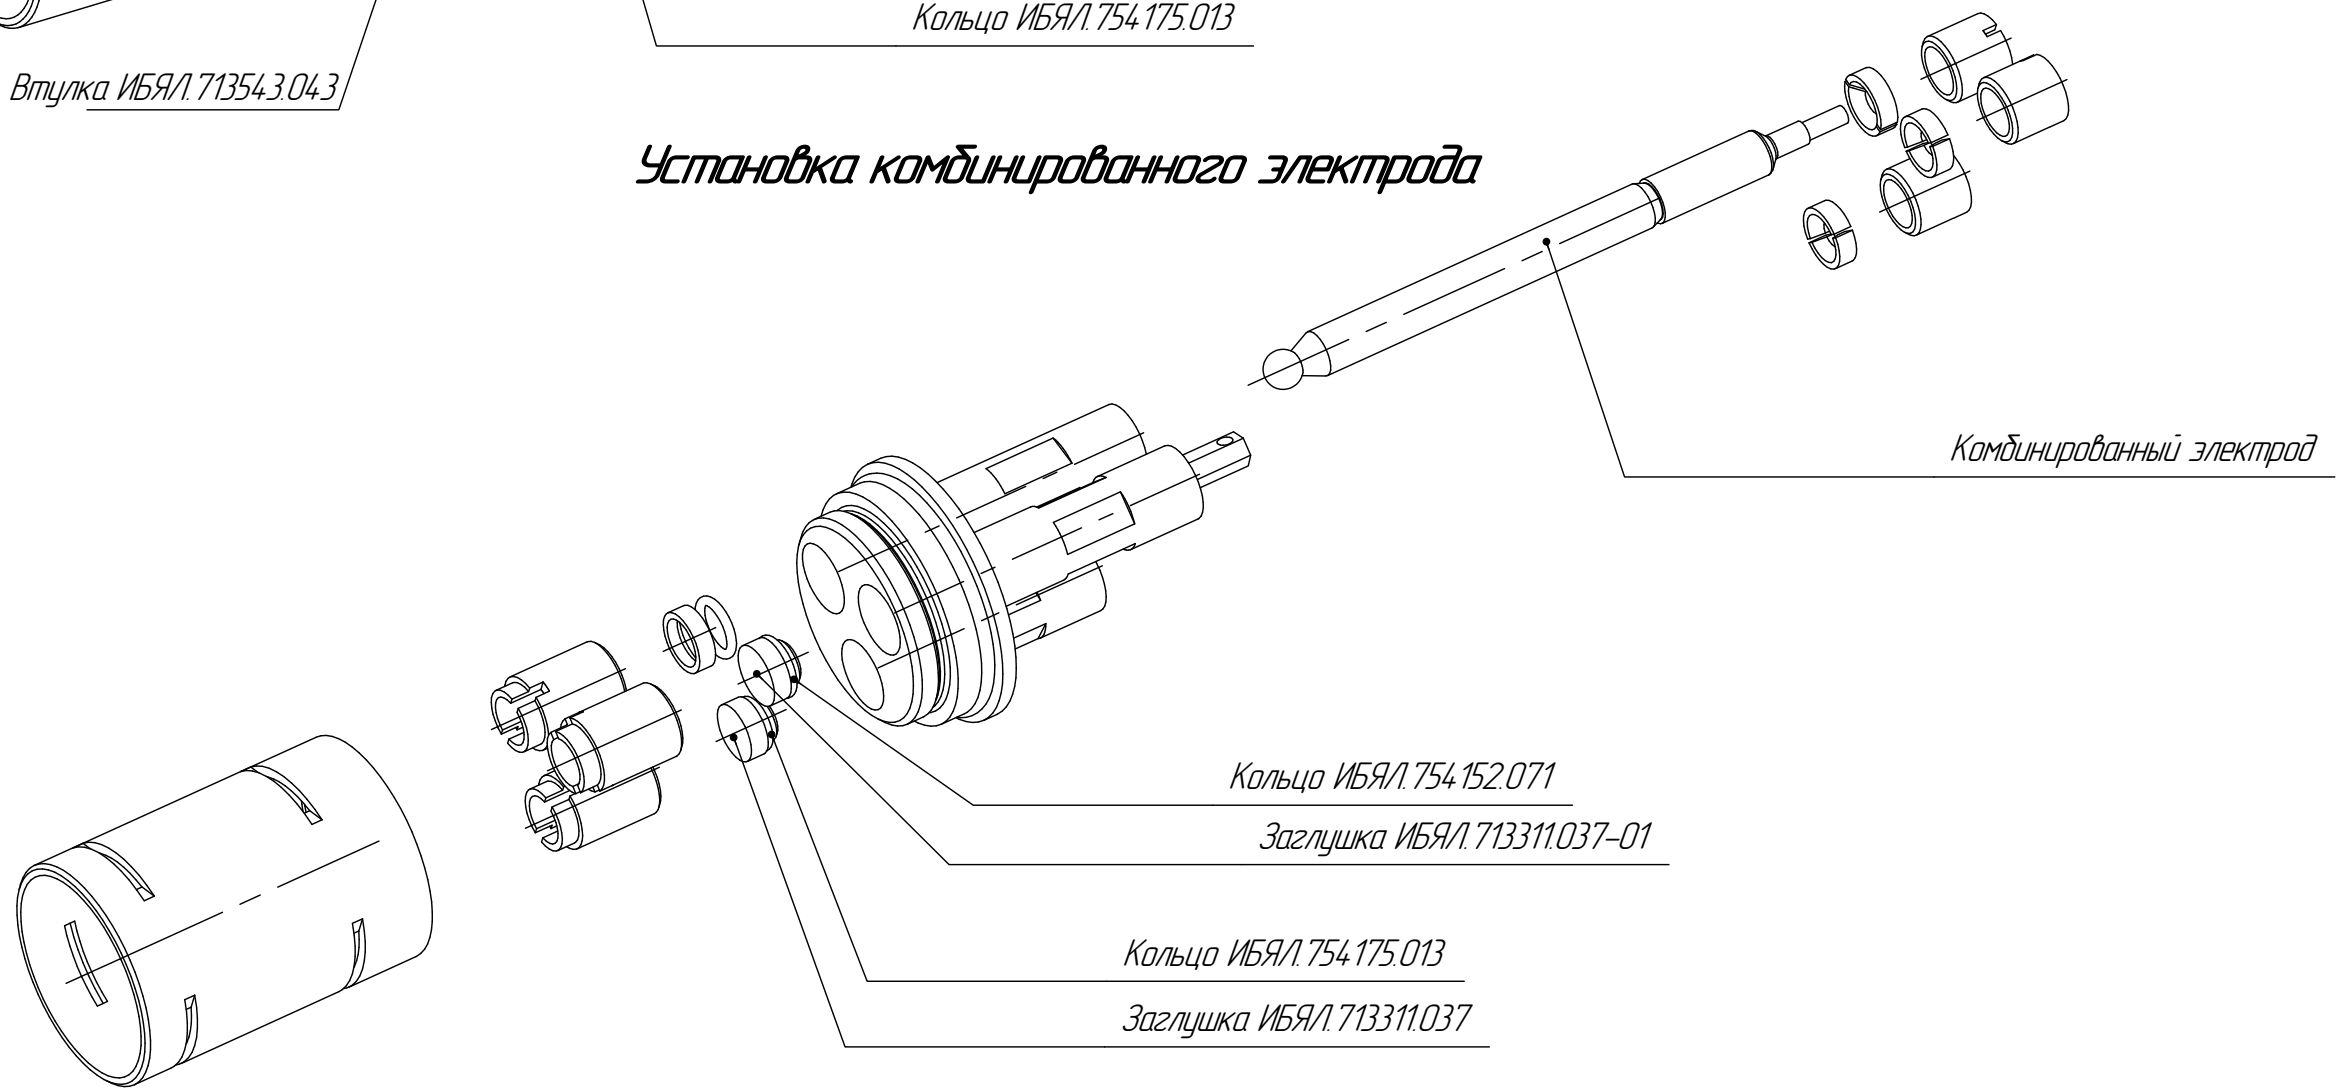

Рисунок 4.1 – Порядок установки электродов
4.2.1.1 Монтаж производить в следующей последовательности (см. рисунок 4.1):